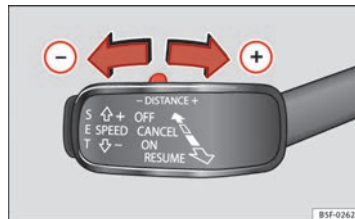

Fig. 135 Palanca de mando: Ajustar la distancia ▶
- Para indicar la distancia programada actualmente, pulse brevemente la tecla basculante ⇒ **fig. 135**.